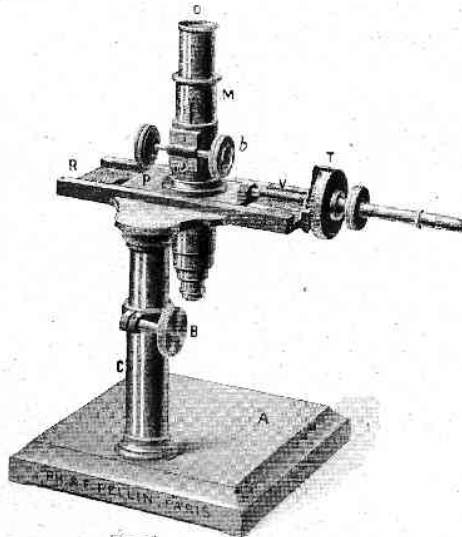

Fig. 13.
- 41 Microscope à chariot micrométrique de haute précision, pour les mesures des empreintes de billes (Fig. 13) . . . . . 600 fr.